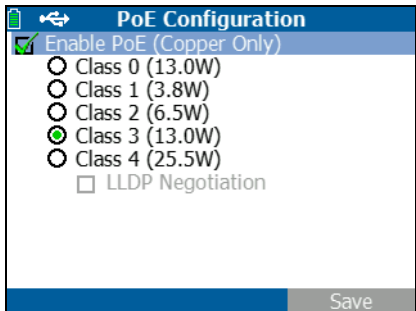

图 19. LR-AT 1000 型号上的 PoE 配置
如果 LinkRunner AT 为 2000 型号，则还可以选择启用 TruePower™。TruePower 会施加一个与所选等级等效的负载，以此模拟用电设备 (PD)。请参阅图 19 和 20。